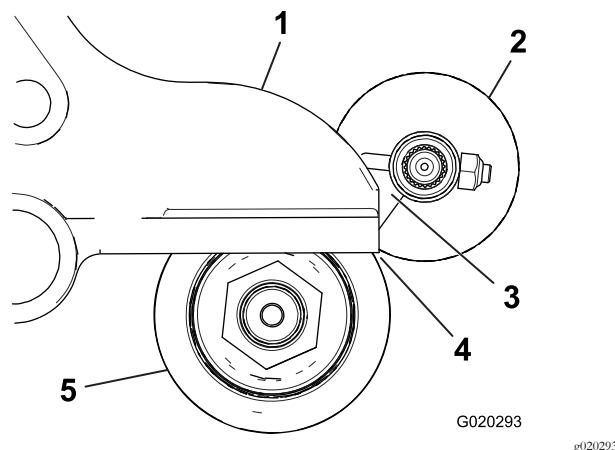

Figure 9
2. Positionnez la brosse de sorte qu'elle touche ou appuie à peine sur le rouleau arrière (Figure 9).